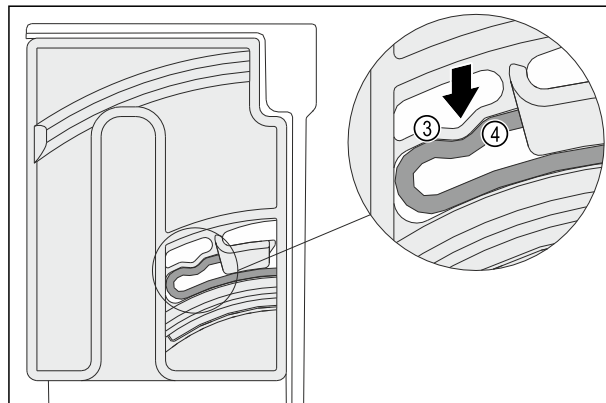

Fig. 117
- ▶ Эластичный элемент Fig. 117 (3) поворотного блока фиксируется с характерным звуком в углублении ребра Fig. 117 (4).